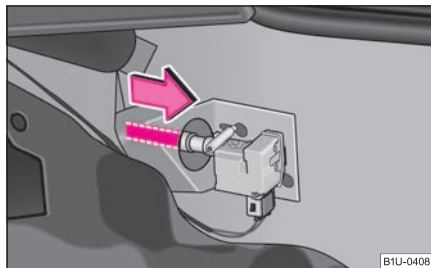

Fig. 147 Portbagajul:
- Pentru a debloca clapeta rezervorului trageți de cablu în sensul indicat de săgeată ⇒ pagina 154, fig. 147.